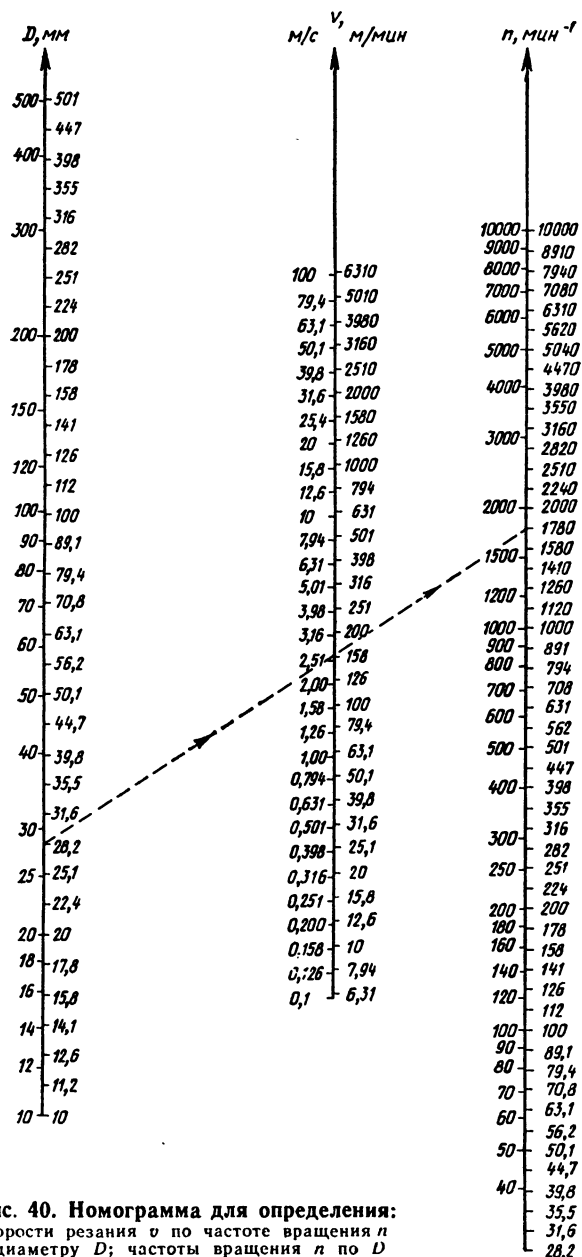

**Рис. 39. Сдвоенный напильник для снятия фаски на кромках листового металла**
**150. Напильниковый «утиг».** Вырезка и резка посредством различных механических ножниц широко применяются в современном машиностроении. Но если на резку 1 м2 листовой стали требуется 30—40 с, то на зачистку его острых кромок уходит 5—10 мин. Простое устройство из двух напильников (рис. 39) может значительно облегчить эту операцию, обезопасить труд и повысить его производительность.